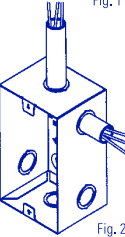

Fig. 2
- Introduzca los conductores eléctricos en el gabinete a través del tubo flexible, utilice tuercas de unión para tubo flexible u otros métodos aprobados para tal propósito. (Fig. 2)
- Insert the electrical conductors into the cabinet through the flexible conduit, use flexible conduit nuts or other approved methods for this purpose (Fig. 2).